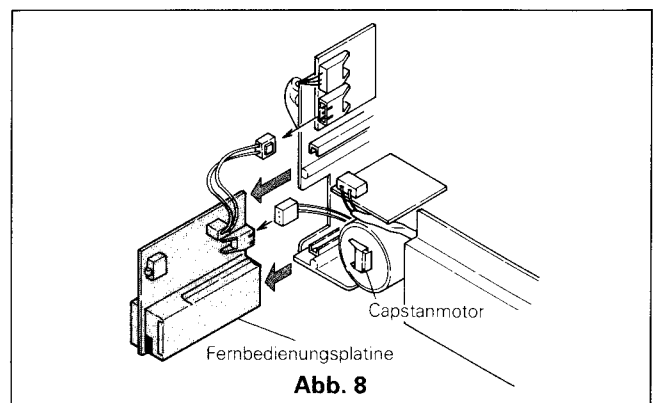

Abb. 8
1. Ziehen Sie die Platine in der angegebenen Pfeilrichtung zur Vorderseite hin heraus (Abb. 8).